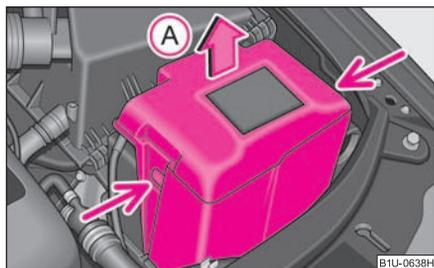

Fig. 156 Compartiment moteur: Batterie
- Poussez les blocages sur les côtés du cache de la batterie ⇒ fig. 156 et tirez le cache vers le haut voir flèche **A**.